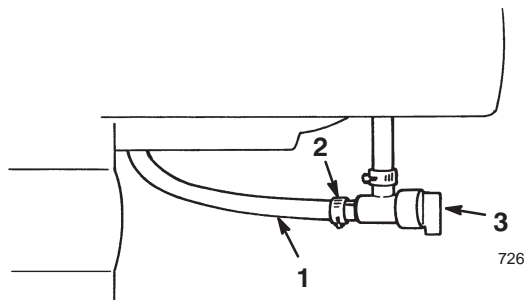

Figure 18
- Ouvrez le robinet d'essence situé au-dessous du réservoir de carburant (Fig. 18).
- Fermez le robinet d'essence (Fig. 18).